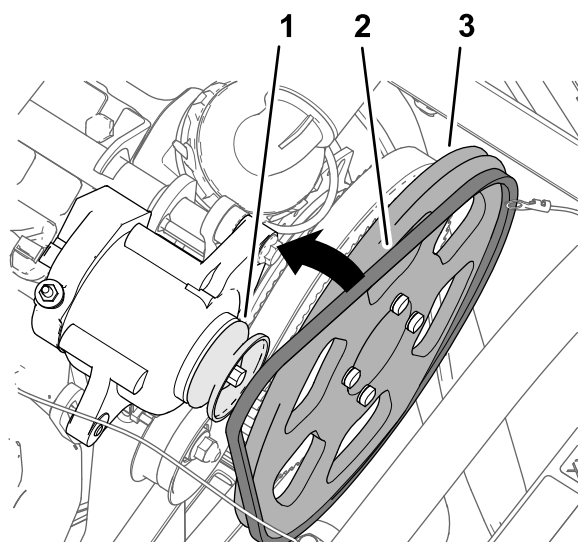

Рисунок 182
- Установите клиновой ремень на ведущий шкив 279 мм и шкив генератора (Рисунок 182).